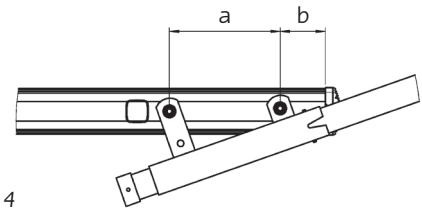

Abb. 4
Der einschiebbare Haltegriff wird für zwei verschiedene Leitertypen ausgeliefert. Typ 060200 ist für die Anlegeleiter Typ 6005.06 bis Typ 6005.24 und der Typ 060201 ist für die Anlegeleiter Typ 8005.05 bis Typ 8005.20 vorgesehen. Die zwei Ausführungen unterscheiden sich lediglich im Schraubenbeipack. Für den Anlegeleiter Typ 8005 befinden sich zusätzliche Distanzhülsen ⑥ im Schraubenbeipack. Der Haltegriff kann nur an dem rechten Holm angebracht werden. Zwei Befestigungsbohrungen müssen (Abb. 4) ausgeführt werden.